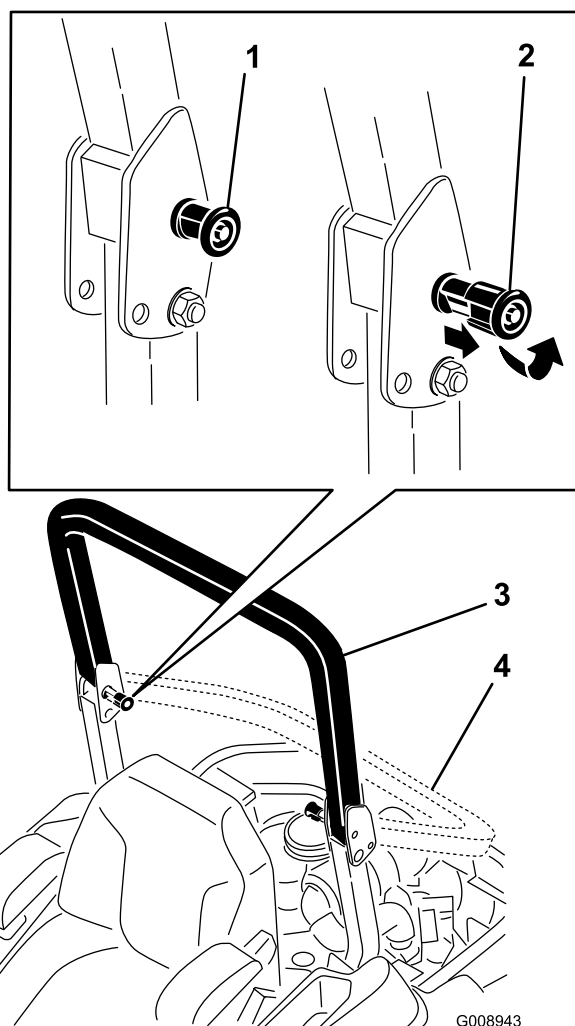

Figura 6
2. Tirate entrambe le manopole e ruotatele di 90° in modo che non siano innestate (Figura 6).
3. Abbassate il roll bar (Figura 6).
4. Per alzare il roll bar, sollevatelo in posizione di funzionamento, ruotate le manopole in modo che si spostino parzialmente nelle scanalature (Figura 6).
5. Sollevate completamente il roll bar premendo contemporaneamente la parte superiore del roll bar e i perni scatteranno in posizione non appena saranno allineati ai fori (Figura 6). Premete il roll bar e assicuratevi che entrambi i perni siano innescati.